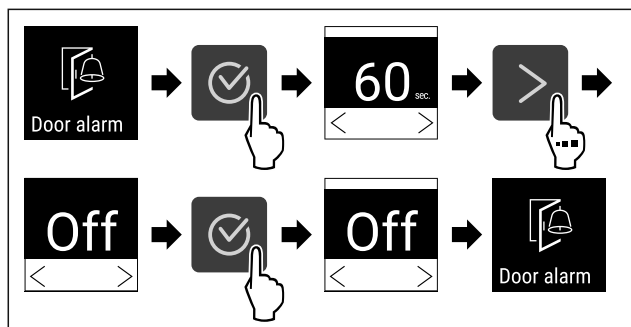

Fig. 89
- ▶ Atlikite veiksmus (žr. Fig. 89) .